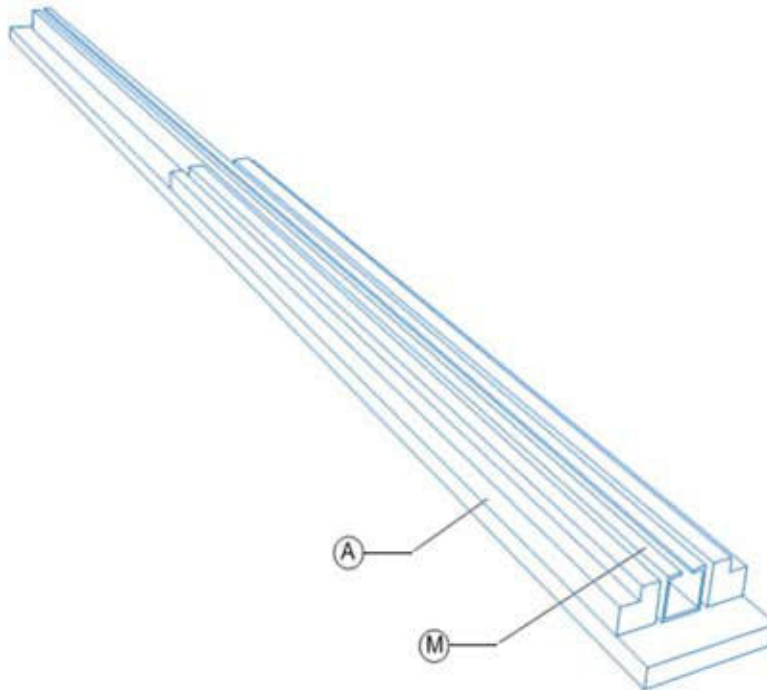

Рисунок 3
1. Возьмите верхний элемент (деталь А) к которому присоединена вертикальная направляющая (деталь М). Далее проверьте надёжность крепления и при необходимости затяните крепёжные саморезы (Рис.3)